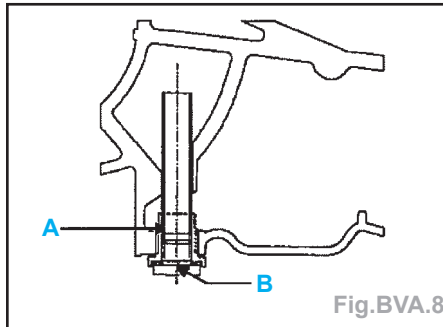

Fig.BVA.8
- la vidange (en retirant le déversoir (A)) (Fig.BVA.8).